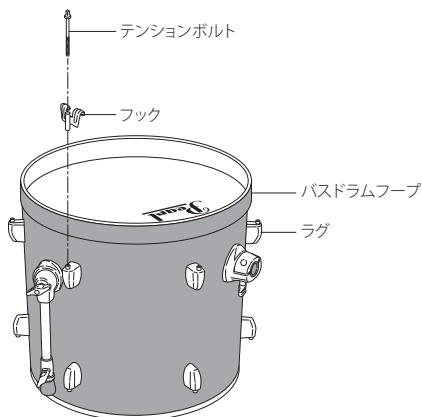

図2
2. テンションボルトをフックに通しラグにねじ込みます(図2)。指先で2~3回締めたと、付属のチューニングキーを使って締めつけます(図2)。